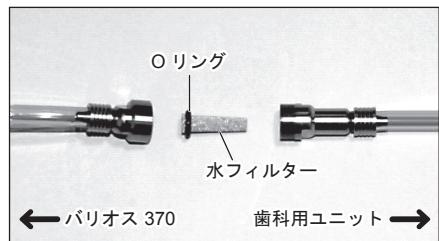

図22
- 3) ケース付水フィルターが外れると、中から水フィルターが出てきます。同じ向きで新しい水フィルター(別売品)に交換して、取り外しと逆の手順で組み付けてください。(図22)